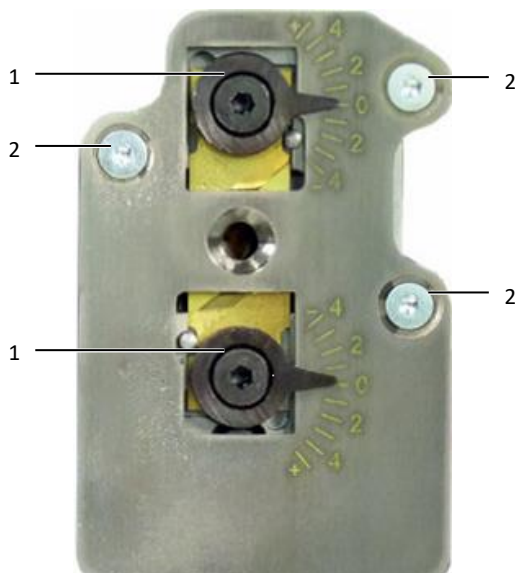

Fig. 30: unité de dénudage
- Enlever les deux vis excentriques (fig. 30, pos. 1) (clé à six pans creux 2,5 mm).
- Desserrer les vis de fixation (fig. 30, pos. 2) (clé à six pans creux 2,0 mm) et enlever le couvercle.